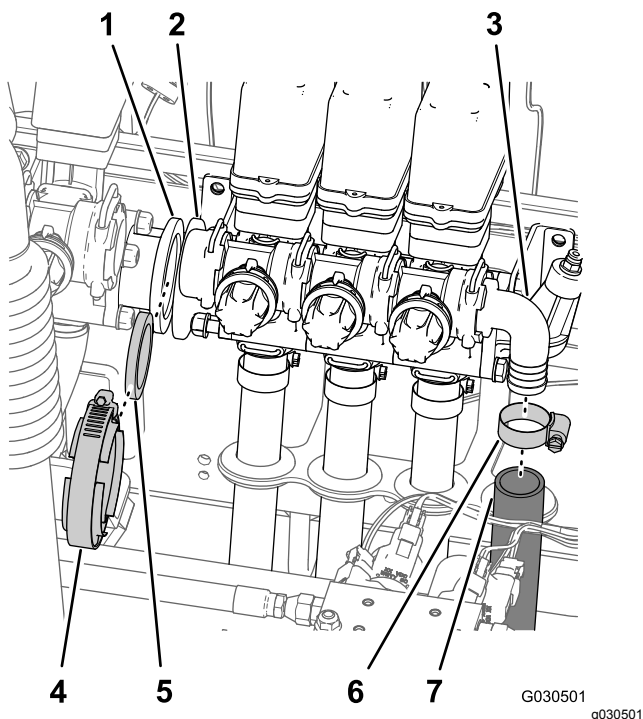

Figura 64
6. Retire la abrazadera que sujeta la manguera (diámetro interno de 1") al acoplamiento de codo dentado y retire la manguera del acoplamiento (Figura 64).
7. Retire la abrazadera para bridas y la junta que sujetan el adaptador de brida en la válvula de agitación y el adaptador de brida en la válvula de sección del brazo izquierdo (Figura 64).